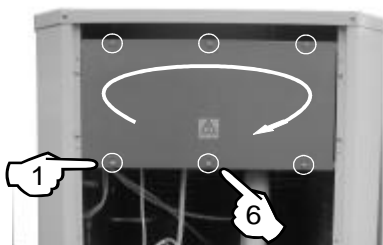

Figure 4-9
- (7). Dévisser les 6 vis de la face avant de la platine électrique, retirer la face avant (voir figure 4-9).